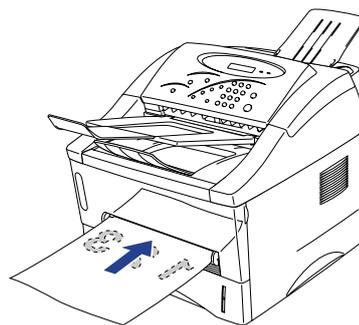

图 2-20
- (1) 在打印驱动程序中选择手动双面打印方式和手动送纸方式；
- (2) 双手拿住打印纸放进手动进纸槽中，将欲打印的一面朝上，然后根据计算机屏幕的提示进行操作；
- (3) 重复第 (2) 步，直到打印完所有的偶数页；
- (4) 从出纸托盘上拿走打印好的文稿；
- (5) 将单面打印好的纸张重新按顺序放入手动进纸槽，放纸时将欲打印的那一面（空白面）朝上，页面的顶端朝向打印机，根据计算机屏幕的提示进行操作（图 2-20）；
- (6) 重复上面第（5）步，直到打印完所有的奇数页。